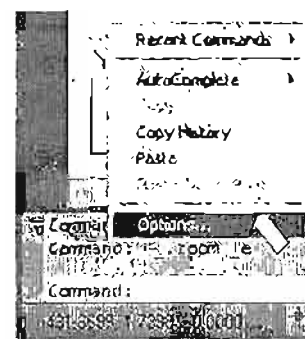

Рис. 1.4. Вызов диалогового окна Options (Настройка)
1. Выбрать из выпадающего меню команду вызова диалогового окна Options (Настройка): Tools / Options (Сервис | Настройка). Или щелкнуть правой клавишей по командной строке (рис. 1.4).
4. Выберите из выпадающего меню команду вызова диалогового окна Options (Настройка): Tools | Options (Сервис | Настройка). Или щелкните правой клавишей по командной строке (см. рис. 1.4).